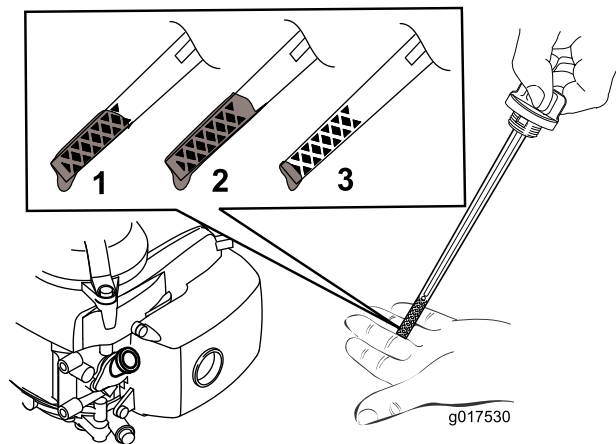

Figura 10
5. Per determinare qual è il corretto livello di olio sull'asta, vedere Figura 10.
Nota: Riempite la coppa dell'olio motore fino a quando l'asta di livello non indica che il livello dell'olio è corretto, come illustrato nella Figura 10. Se riempite eccessivamente il motore, estraete l'olio in eccesso come indicato in Cambio dell'olio motore.